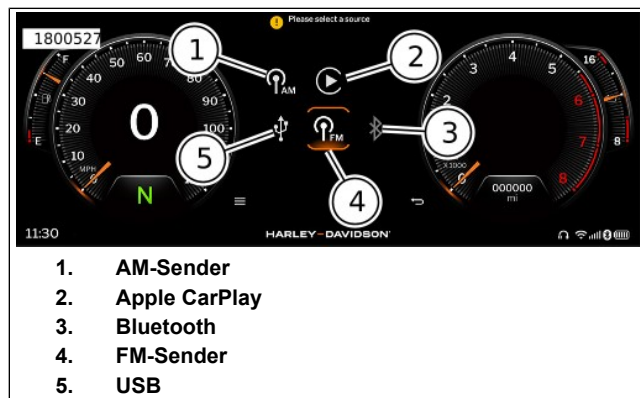

Abbildung 65. Quelle auswählen
Siehe Abbildung 65. Die gewünschte Medienquelle durch Drücken der OK/Eingabe-Taste (5) am LHCM oder Antippen des Symbols auf dem Bildschirm auswählen.